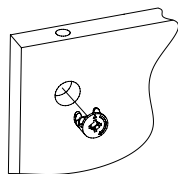

Рис.3
- Вставить головки минификсов в соответствующие плоскостные отверстия боковин 3, 4, полки 5, 6, перегородки 7, задней стенки 8 (Рис. 3).